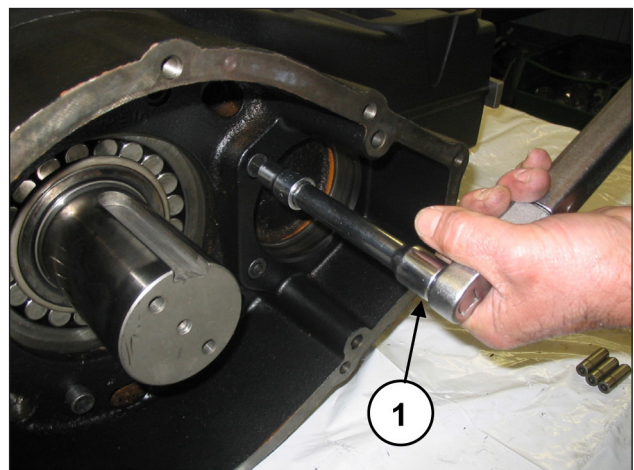

Abb. 48
Eichen Sie die Schrauben mit einem Drehmomentschlüssel (Pos. ①, Abb. 48) gemäß Angaben in Kapitel 3.